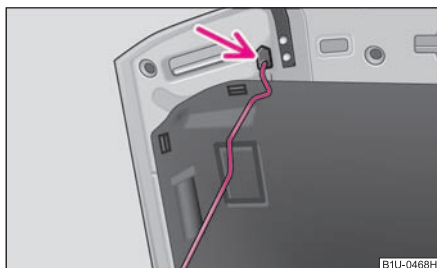

Fig. 16 Seguro del capó con la
- Saque la varilla de apoyo de su fijación y engánchela en la abertura prevista con tal fin ⇒ fig. 16.